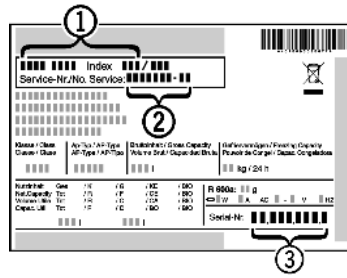

Fig. 3
- ▶ Z typového štítku odčítajte označenie zariadenia Fig. 3 (1), servisné č. Fig. 3 (2) a sériové č. Fig. 3 (3). Typový štítek je na ľavej vnútornej strane zariadenia.
- ▶ Upovedomte zákaznícky servis a oznámte chybu, označenie zariadenia Fig. 3 (1), servisné č. Fig. 3 (2) a sériové č. Fig. 3 (3).